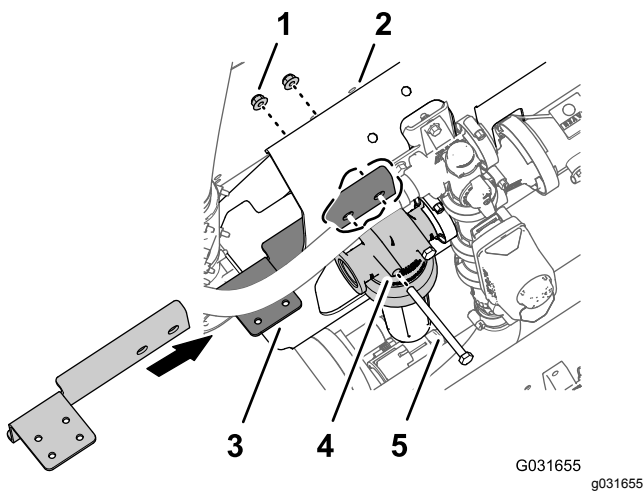

Figure 222
4. Retirez les 2 contre-écrous à embase (5/16") qui fixent la tête de filtre au support de collecteur (Figure 222).
5. Placez les trous dans la longue bride du support de la vanne de coupe (réf. Toro 131-3725-03) en face des 2 boulons (5/16" x 4") sur l'avant du support de collecteur (Figure 222).
6. Fixez le support de la vanne de coupe au support du collecteur et aux boulons avec les 2 contre-écrous à embase que vous avez retirés à l'opération 4 (Figure 222).